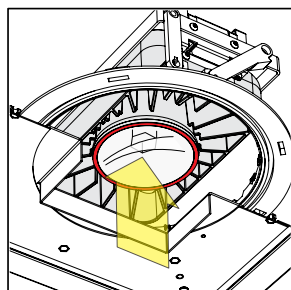

fig. 16
- Pour enfoncer l'optique au maximum, poussez l'optique directement vers le haut. Le moteur d'éclairage se verrouille magnétiquement en place (voir la fig. 16).